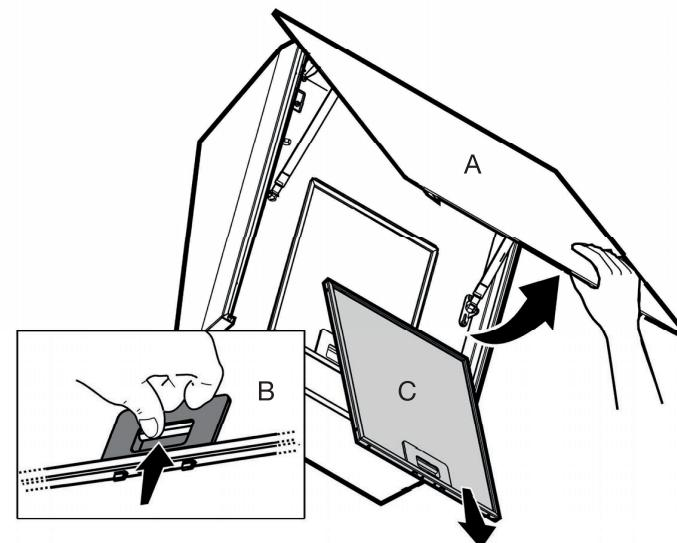

Figure 5
2. Pour retirer le filtre anti-graissage (Fig. 5), poussez le panneau en verre vers le haut (A), poussez la languette du filtre vers l'arrière (B), puis dégagéz le filtre en le tirant vers le bas (C).